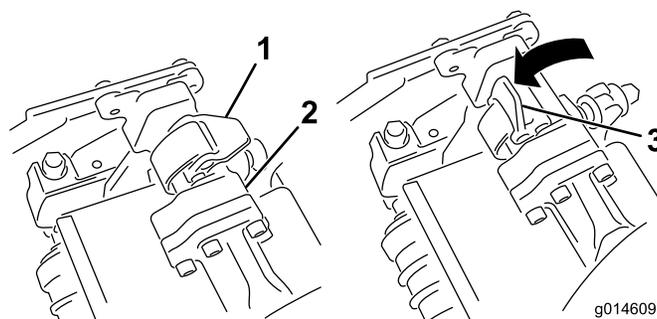
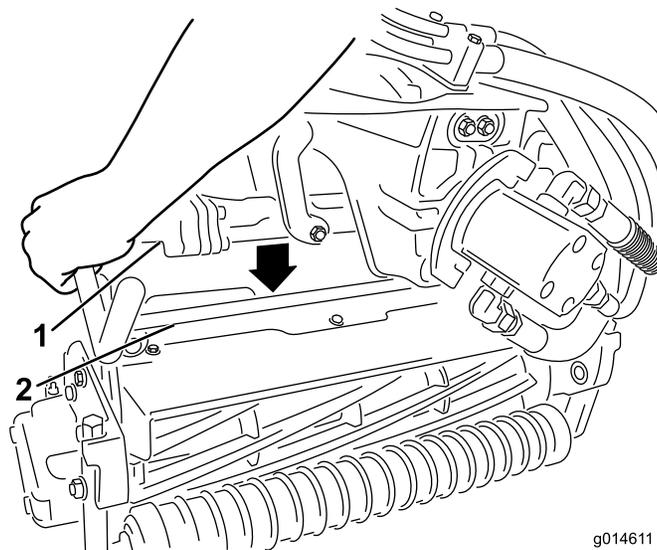

Рисунок 12
Рисунок 13
5. Когда защелки на штанге рычага подвески направлены вверх (т.е. открыты) (Рисунок 12), нажмите на рычаг подвески, чтобы штанга села на поперечный стержень наверху режущего блока (Рисунок 13).
- Опустите защелки и поверните вокруг стержня режущего блока и заблокируйте их (Рисунок 12).